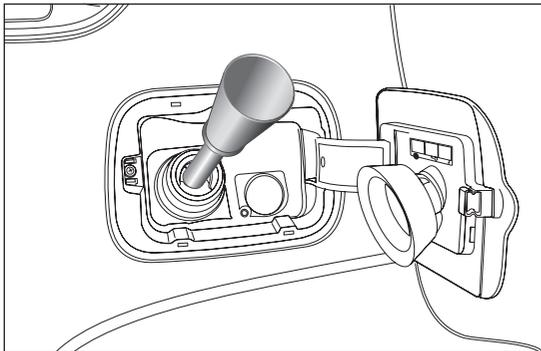

fig. 82
- introduire l'adaptateur B dans le goulot, comme indiqué sur fig. 82 et procéder au ravitaillement ;